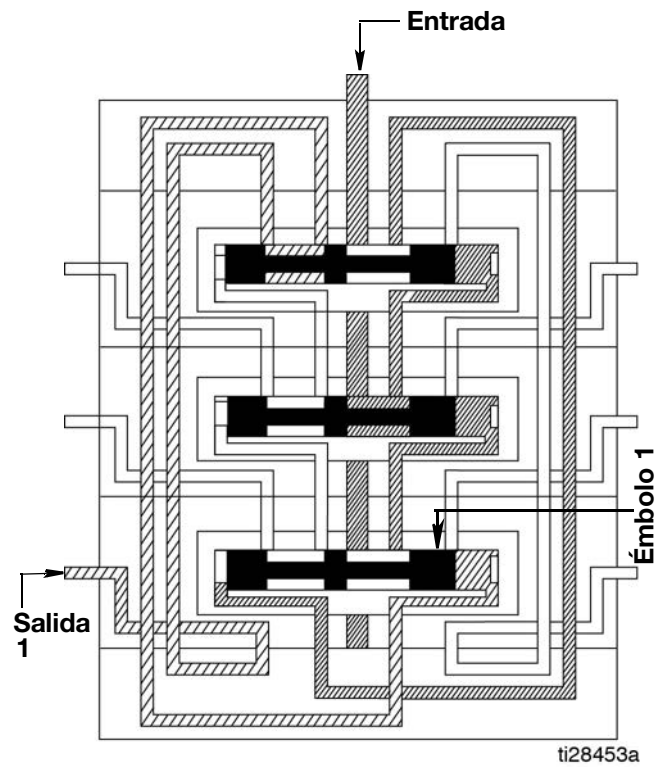

FIG. 10
3. El émbolo 1 se abre, dejando pasar lubricante hasta la salida 1 (FIG. 10).